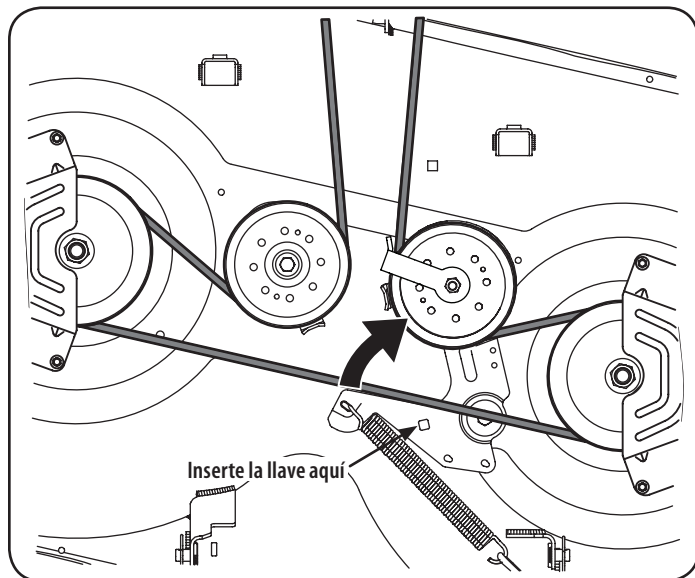

Figura 27
- c. Trabajando en el lado derecho del tractor, inserte una llave de trinquete de 3/8", regulada para ajustar, en el orificio cuadrado del soporte intermedio. Vea la Figura 27.